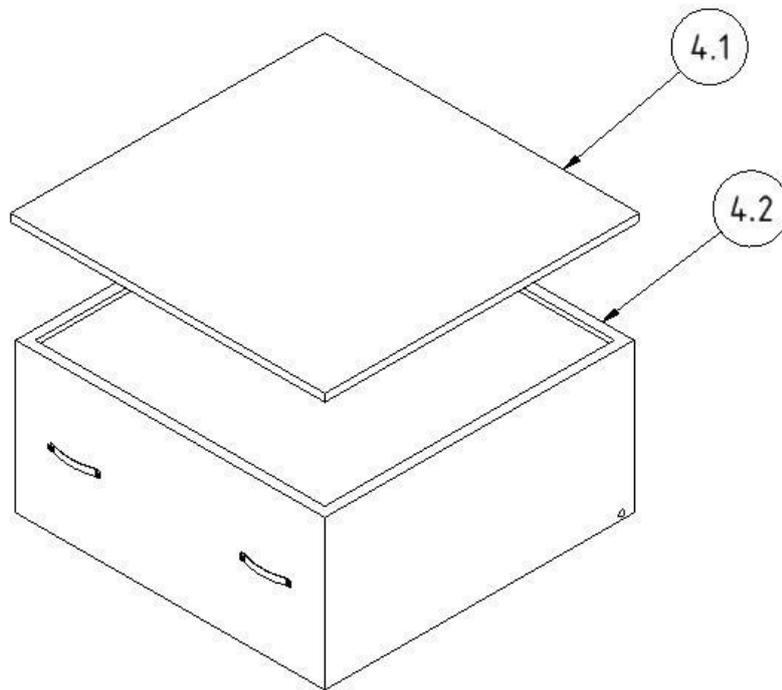

Abbildung 6, Filterwechsel
- Entnehmen Sie den Vorfiltereinschub (Abb. 6, Pos. 4.1) vorsichtig aus dem Filterteil, um möglichst keinen Staub aufzuwirbeln und legen ihn auf einem Arbeitstisch ab.
- Heben Sie das Hauptfilter (Abb. 6, Pos. 4.2) an den Griffb ä n d e r n vorne leicht an um die Dichtung von der Auflagefl ä c h e zu lösen und ziehen Sie es ungefähr zwei Drittel aus dem Filtergeh ä u s e , so dass das Filter mit den Bolzen noch weiterhin auf den seitlichen F ü h r u n g s p r o f i l e n liegt.